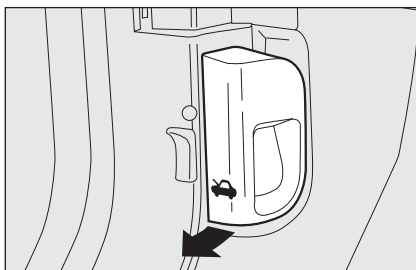

fig. 94
- tirare la leva **fig. 94** nel senso indicato dalla freccia;